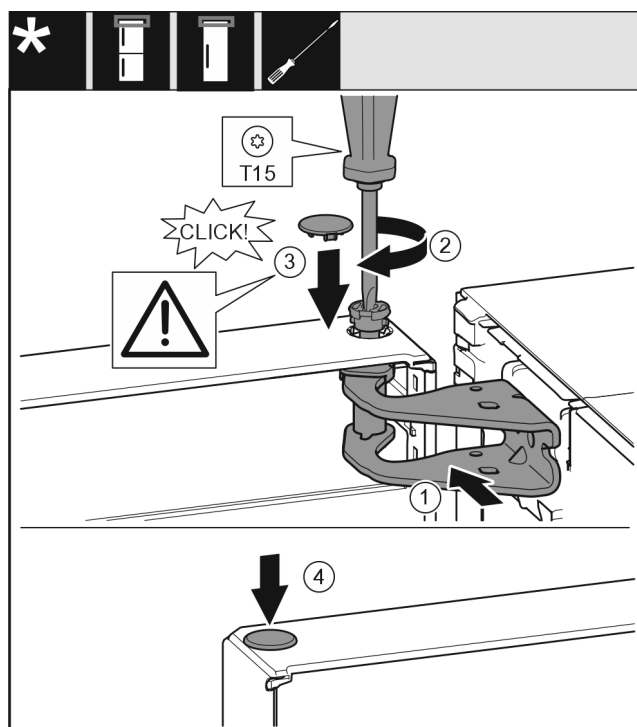

Fig. 19
- ▶ Ευθυγραμμίστε την πόρτα επάνω με το άνοιγμα στο στήριγμα. Fig. 19 (1)
- ▶ Τοποθετήστε τον πείρο και σφίξτε με κατσαβίδι T15. Fig. 19 (2)
- ▶ Τοποθετήστε το κάλυμμα ασφάλισης για την ασφάλιση της πόρτας: Τοποθετήστε το κάλυμμα ασφάλισης και ελέγξτε εάν εφαρμόζει στην πόρτα. Διαφορετικά, τοποθετήστε ολόκληρο τον πείρο. Fig. 19 (3)
- ▶ Τοποθετήστε την τάπα. Fig. 19 (4)